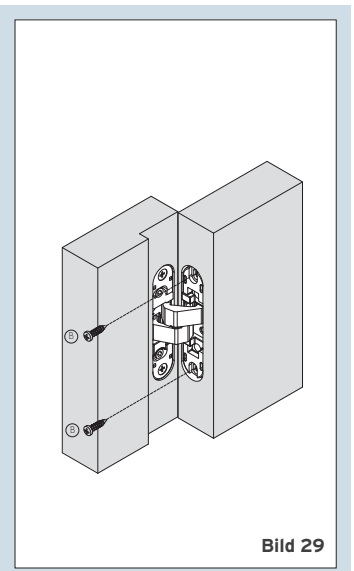

Bild 29
2. Das Türblatt vor die Zarge stellen und so unterlegen, dass Bandfräsung und Türblatt mittig übereinstimmen. Anschließend verschrauben (Bild 29/31).